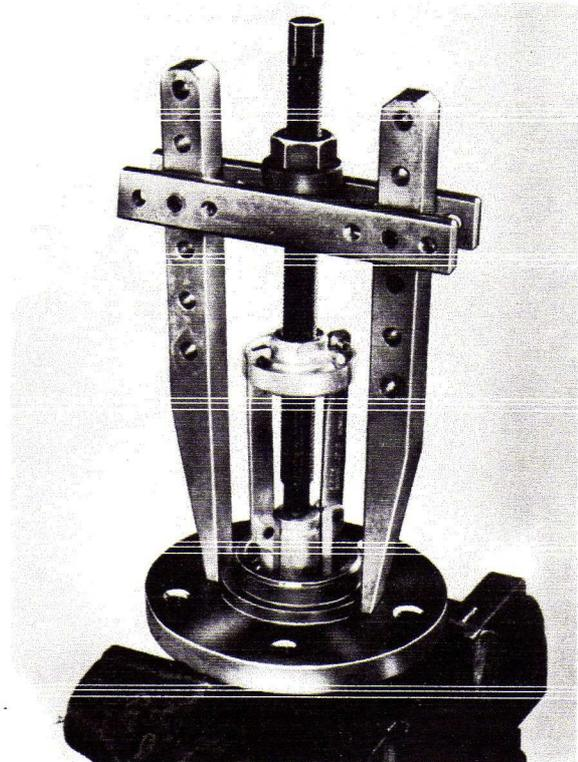

Fig. 2
- 3° Extraire la cuvette de roulement extérieur (fig. 2).